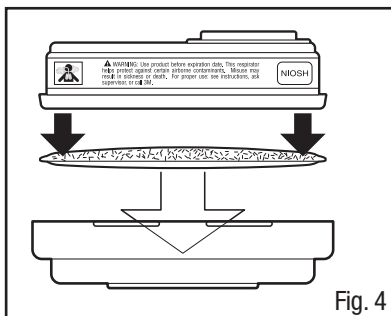

Fig. 4
2. Enfoncer la cartouche dans le dispositif de retenue de filtre. S'assurer qu'elle est parfaitement insérée dans le dispositif de retenue. Lorsqu'il est parfaitement inséré, le filtre couvre entièrement la surface de la cartouche (Fig. 4).